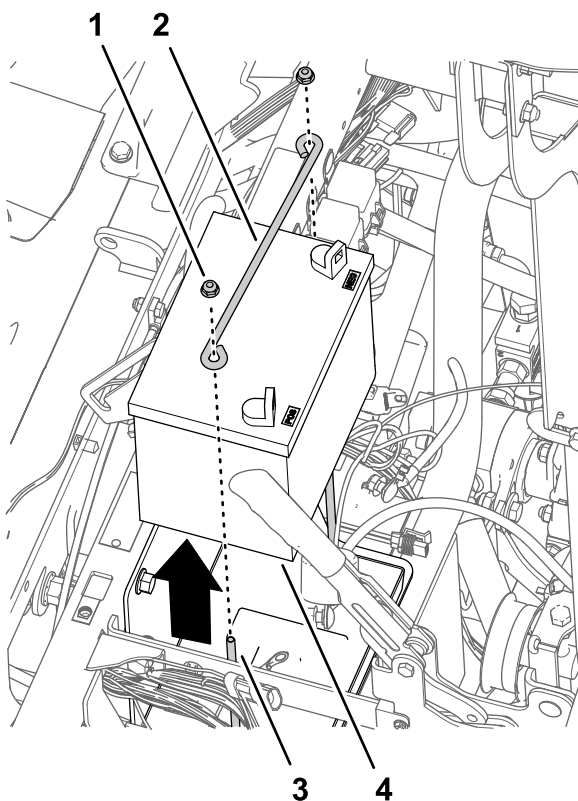

图171
4. 将在 拆卸方向盘 \(页码 60\) 的步骤 2 中卸下的盖子安装到方向盘上 图171。
1. 从将电池固定至机器电池支架的 J 形螺栓上卸下 2 个凸缘锁紧螺母和压紧装置杆图171。
2. 从机器上卸下电池图171。